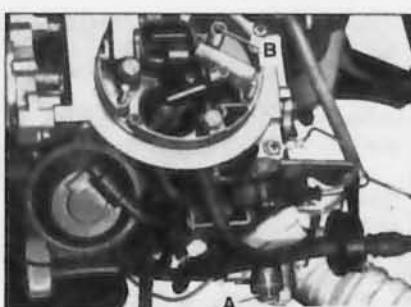

Рис. 3.40 Регулировочный винт режима холостого хода (A) и содержания CO (B) карбюратора 2E2 (Глава 11)
3.39). Винты регулировки показаны на Рис. 3.40.